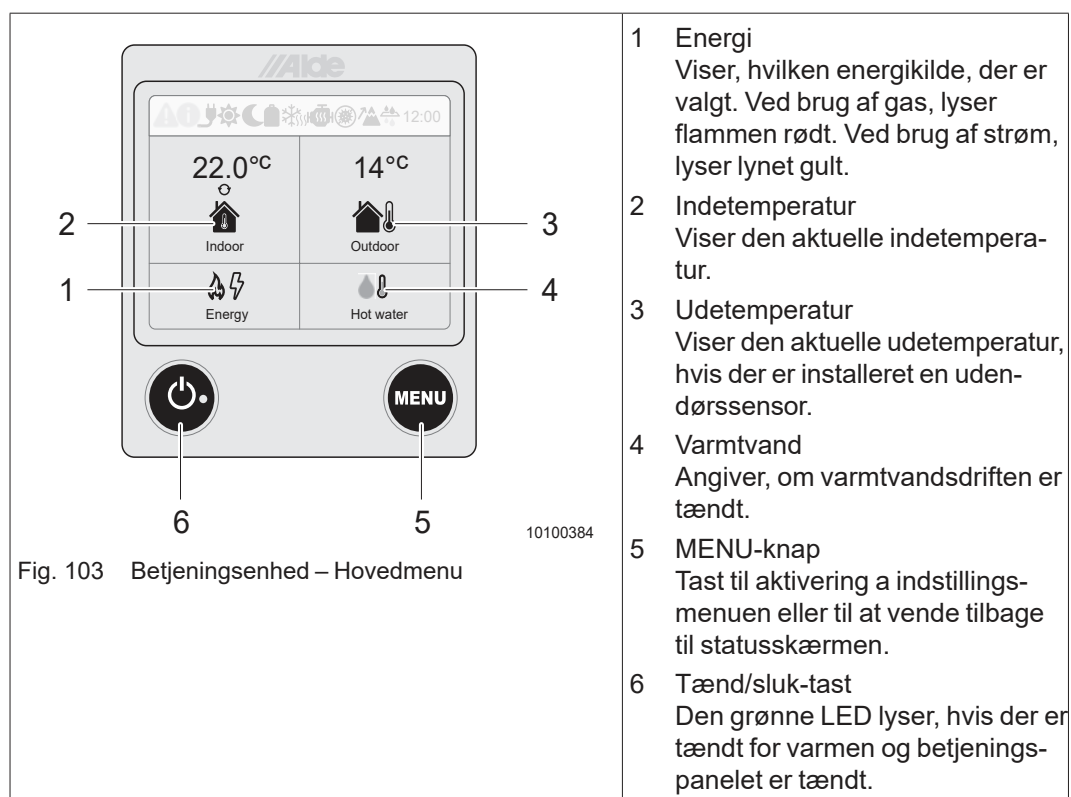

Fig. 103 Betjeningsenhed – Hovedmenu
- Tryk på tænd/sluk-tasten (Fig. 103/6).
- Tryk på symbolet for indetemperatur (Fig. 103/2).
- Ved tryk på pile-symbolet eller MENU-tasten (Fig. 103/5) springer displayet tilbage til visning af hovedmenuen.
- Tryk på symbolet for varmt vand (Fig. 103/4).
- Tryk på symbolet for energi (Fig. 103/1).
➔ Tryk på MENU-tasten (Fig. 103/5).